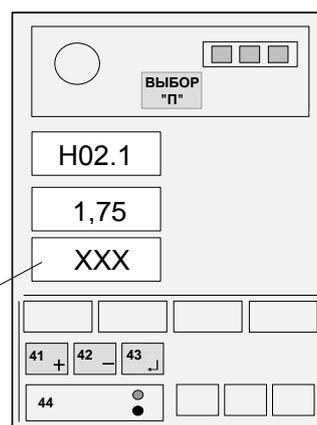

Рисунок 12
Нажимая кнопки "+" (41) и "-" (42), набрать на среднем ИЖЦ значение вылета, указанного в правом столбце таблицы 6 (см. рисунок 12) для установленного значения вылета по рулетке.
Нажать на время 1 с кнопку "L" (43, - см. рисунок 12) и, проконтролировав короткий звуковой сигнал, отпустить кнопку.